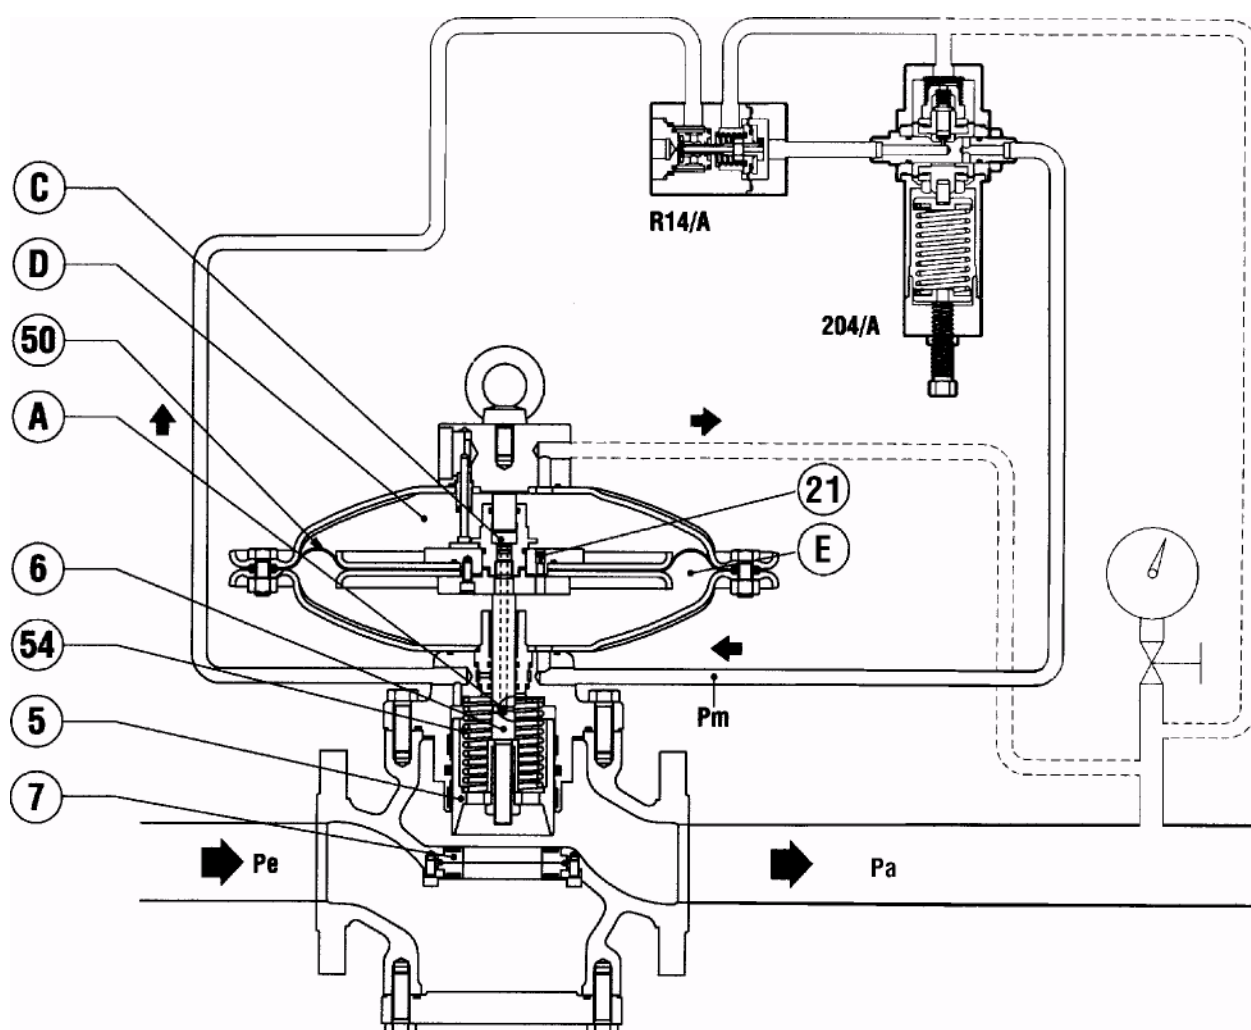

Рис. 3
1.2.2 РЕГУЛЯТОР С ПИЛОТОМ 204/A+R14/A (рис. 3)
В отсутствие давления запорная часть клапана 5 удерживается в положении закрытия пружиной 54 и опирается на армированное уплотнение 7 (рис. 3). Входное давление, даже если оно меняется, не изменяет данное положение поскольку запорная часть полностью сбалансирована и следовательно подвергается воздействию одинаковых давлений, даже если разного сечения.
Изменение настройки осуществляется путем вращения регулирующего винта 10; вращение по часовой стрелке вызывает увеличение P_m и следовательно регулируемого давления P_a ; при вращении против часовой стрелки - наоборот. Если, например, в ходе работы, имеет место уменьшение выходного давления P_a (по причине увеличения требуемого расхода или уменьшения входного давления) происходит нарушение равновесия подвижной группы 15 пилота, которая смещается, вызывая увеличение степени открытия запорной части 17. Как следствие также увеличивается значение командного давления P_m , которое, воздействуя в камере E из-под мембраны 50 (рис. 3), обуславливает смещение запорной части 5 вверх и следовательно открытие регулятора до восстановления предварительно заданного значения регулируемого давления. И наоборот, когда регулируемое давление начинает увеличиваться, усилие, которое оказывается на мембрану 16 пилота, смещает мобильную группу 15, ведя запорную часть 17 в направлении положения закрытия. Давление P_m следовательно уменьшается по причине перекачивания между камерами E и D через отверстие 21, и усилие, оказываемое пружиной 54, вызывает смещение запорной части 5 по направлению вниз, обуславливая таким образом возвращение регулируемого давления к предварительно заданному значению. В условиях нормальной работы запорная часть 17 пилота позиционируется таким образом, чтобы значение командного давления P_m было таким, чтобы удерживать значение выходного давления P_a в пределах предварительно выбранного значения.